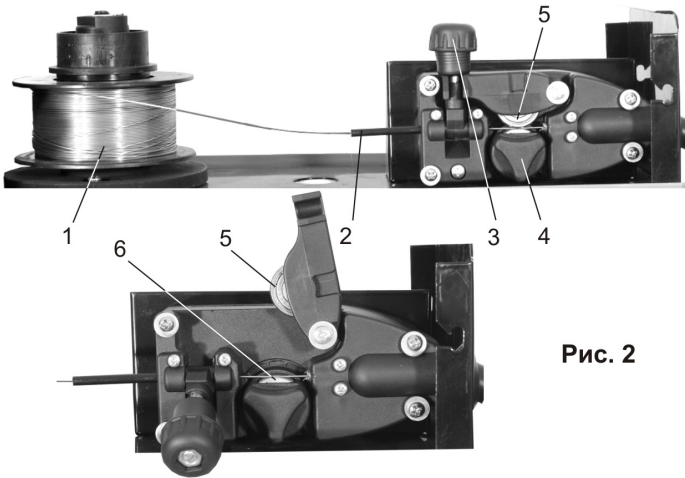

Рис. 2
2. Откинуть верхнюю крышку аппарата. Установить катушку как показано на рис.2. Убедиться в отсутствии петель на проволоке. Проволока должна легко разматываться. Проверить, что цифры в верхней части прижимного ролика соответствуют диаметру используемой проволоки, в противном случае перевернуть его
на 180 градусов. Для чего осторожно повернуть фиксатор (п. 4, рис. 2) против часовой стрелки и снять его.
3. Взять конец проволоки и обрезать его, заровнять срез и продеть проволоку через направляющую трубку и систему роликов в проволокопровод так, чтобы она заходила туда на 5-10 сантиметров, предварительно ослабив регулировочный винт прижимного ролика (поз. 3, рис. 2) и откинув его вверх (рис. 2, справа). Проволоку не гнуть.